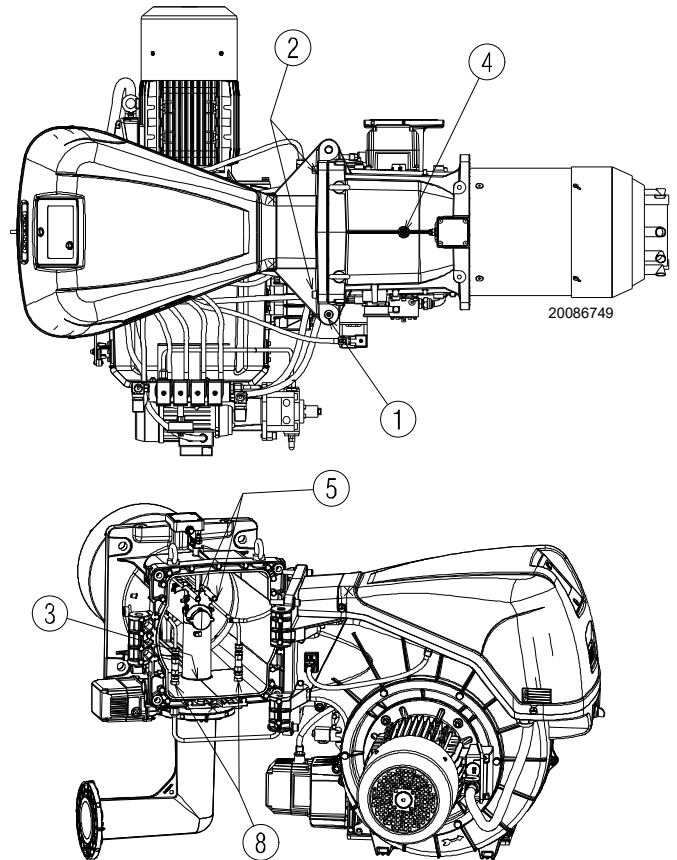

Abb. 16
Der Brenner wird werksseitig für die Öffnung nach rechts ausgelegt, sodass der Bolzen 1)(Abb. 16) in seinem Sitz gehalten wird.
- C den Brenner, gemäß Abb. 16 vollständig öffnen;
Um den Brenner auf der anderen Seite zu öffnen, vor dem Entfernen des Bolzens 1)(Abb. 16) überprüfen, dass die 4 Schrauben 2) festgezogen sind. Erst nachdem der Stift 1) auf die gegenüberliegende Seite gebracht wurde, können die Schrauben 2) entfernt werden. Den Stecker von der Steckdose 9)(Abb. 16) des Gas-Höchstdruckwächters trennen, dann, wie bereits unter Punkt C) beschrieben, vorgehen.